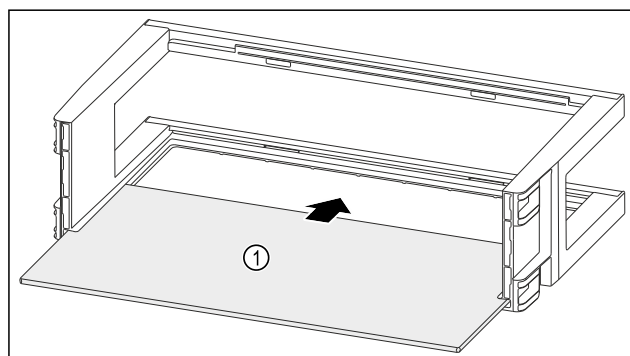

Fig. 133
- ▶ Umetnite policu Fig. 133 (1) u bočna udubljenja.